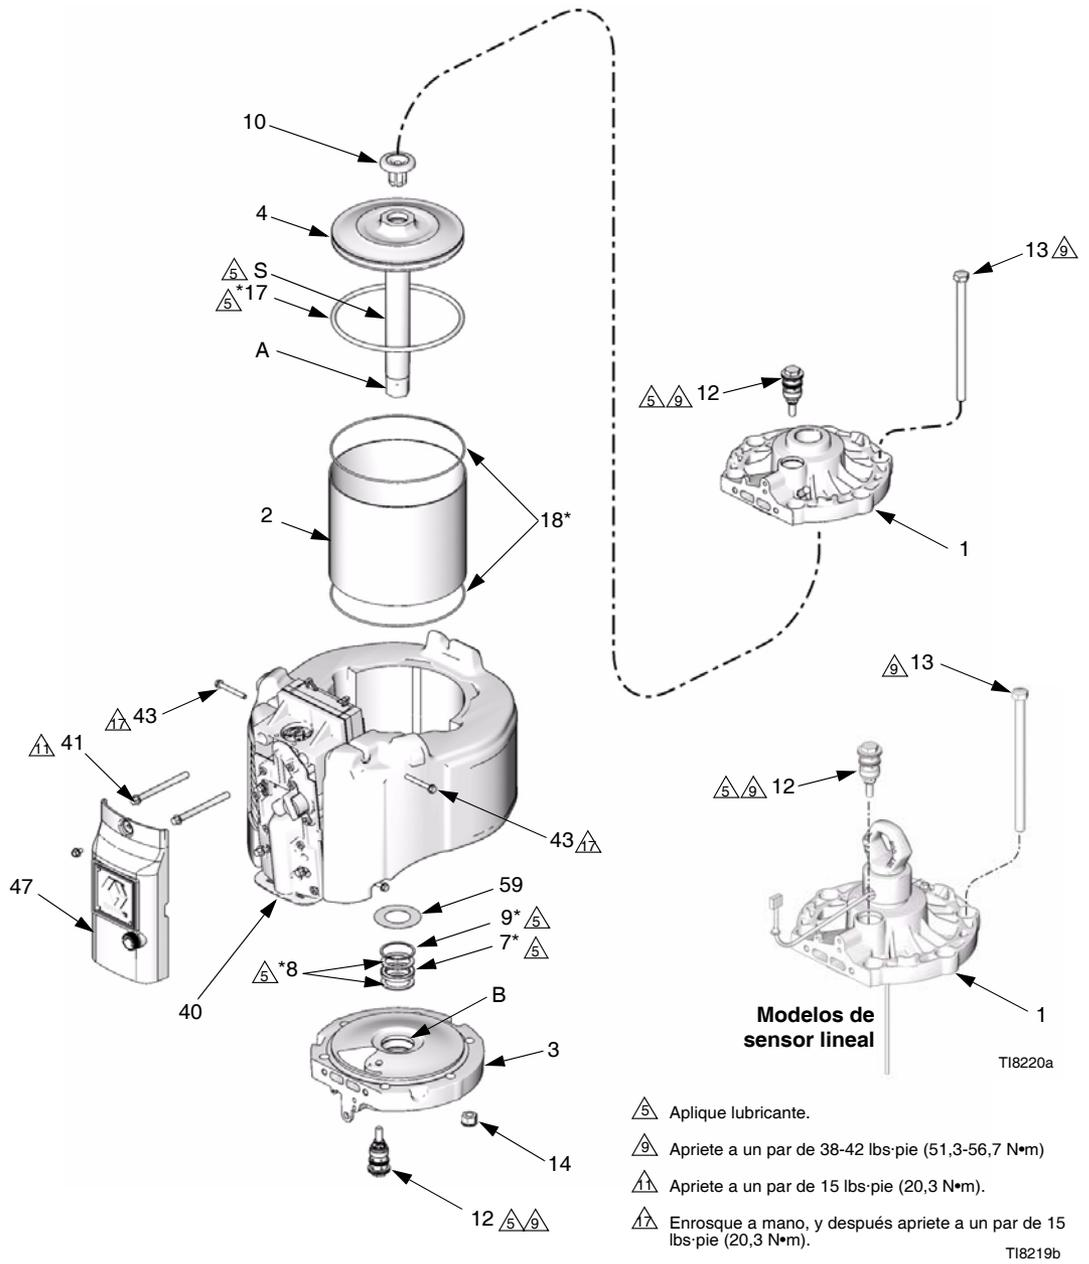
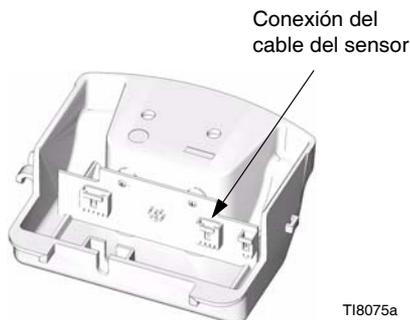

FIG. 12. Reparación del motor neumático
FIG. 14. Conexión del cable del sensor
4. Retire la tapa de la válvula exterior (47). Vea la FIG. 12.
5. Retire los dos tornillos del silenciador superior (43) y los dos tornillos superiores (41). Afloje, pero no retire, los dos tornillos del silenciador inferior (43) y los dos tornillos inferiores (41). Incline la válvula neumática (40) para facilitar el desmontaje.
- a. **Modelos con DataTrak:** Retire los dos tornillos (135). Retire cuidadosamente el módulo DataTrak (131), vea la página 13. Desconecte los cables del solenoide y del sensor de embalamiento de la tarjeta de circuito impreso del módulo. Retire los dos tornillos (134) y deslice cuidadosamente el alojamiento (132) para sacarlo de la válvula neumática.
- b. **Modelos con sensor lineal:** Retire los tornillos (134) y deslice cuidadosamente el alojamiento (132) para sacarlo de la válvula neumática. Desconecte el cable del sensor de la tarjeta de circuito impreso. Vea la FIG. 14.
7. Afloje los pernos de fijación (13). Utilice una maza de goma para golpear la parte inferior de la tapa superior (1) para separarla. Levante la tapa superior y saque los pernos (13) del motor.
8. Desconecte el motor neumático de la base de bomba (consulte el manual de la bomba). Deje el adaptador del eje del pistón (A) sujeto al eje (S).
9. Empuje el conjunto del pistón (4) para sacarlo por la parte superior del cilindro (2).
10. Inspeccione la junta tórica del pistón (17). Inspeccione el pistón (4) y el eje del pistón (S) en busca de estrías o daños. El pistón de repuesto (4) incluye el pistón, el eje (S), el adaptador (A) y el parachoques (10).
11. Retire el cilindro (2). Inspeccione la superficie interior en busca de estrías u otros daños. Reemplácela si estuviera dañada.
12. Retire el parachoques (59), el anillo de retención (9), las empaquetaduras de seguridad (8), y la empaquetadura en V (7) de la cubierta inferior (3). Inspeccione estas piezas en busca de daños o desgaste. Inspeccione el cojinete (B) sin desmontarlo. Si estuviera dañado, reemplace la cubierta inferior (3).
1. Vea la FIG. 12. Instale una empaquetadura de seguridad (8*) y la empaquetadura en V (7*) con los rebordes dirigidos hacia arriba, la segunda empaquetadura de seguridad (8*), y el anillo de retención (9*) en la cubierta inferior (3). Lubrique las empaquetaduras. Instale el parachoques (59).
2. Instale la junta tórica (17*) en el pistón (4). Compruebe que el parachoques del pistón (10) está colocado.
3. Instale el conjunto del pistón en la cubierta inferior (3), deslizando cuidadosamente el adaptador (A) y el eje (S) a través del cojinete (B).
4. Engrase el interior del cilindro (2). Coloque el cilindro (2) encima del pistón (4).
5. Coloque cuidadosamente la tapa superior en el cilindro (2) de forma que el borde plano esté alineado con el borde plano de la cubierta inferior (3). Instale los pernos de fijación (13) y apriételos a mano.
6. Vuelva a instalar los dos tornillos superiores (41) y apriete a un par de 15 lib·pie (20,3 N·m).
7. Apriete los pernos (13) a 51,3-56,7 N·m (38-42 lbs·pie).
8. Vuelva a apretar los dos tornillos inferiores (41) y apriete a un par de 15 lib·pie (20,3 N·m).
- a. **Modelos con DataTrak:** Deslice cuidadosamente el alojamiento (132) sobre la válvula neumática. Enrosque a mano los tornillos (134), y después apriete a un par de 40 lb·pulg. (4,5 N·m). Vuelva a conectar los cables del solenoide y del sensor al módulo DataTrak (131), vea la página 13. Deslice cuidadosamente el módulo de vuelta al alojamiento (132). Vuelva a colocar los dos tornillos (135).
- b. **Modelos con sensor lineal:** Desconecte el cable del sensor de la tarjeta de circuito impreso. Vea la FIG. 14. Deslice cuidadosamente el alojamiento (132) sobre la válvula neumática. Enrosque a mano los
5. Retire los tornillos (134) y deslice cuidadosamente el alojamiento (132) para sacarlo de la válvula neumática. Desconecte el cable del sensor de la tarjeta de circuito impreso. Vea la FIG. 14.
6. Vuelva a enroscar el cable a través del orificio (H) en el interior del adaptador (33) y extiéndalo para sacarlo por la parte superior del adaptador.
7. Desenrosque el adaptador (33) y el sensor (35). Levante el sensor y sáquelo por la parte superior del motor neumático.
8. Aplique adhesivo para roscas al nuevo alojamiento del sensor. Rosque el sensor (35) en la tapa superior (1). Apriete a un par de 28-32 lbs·pie (37,8-43,2 N·m).
9. Aplique adhesivo para roscas al adaptador (33). Extienda el cable del sensor recto hacia fuera de la parte superior del adaptador y después enrosque el adaptador en la tapa superior (1). Apriete a un par de 38-42 lbs·pie (51,3-56,7 N·m)
10. Rosque el cable del sensor a través del orificio (H) situado en el lateral del adaptador, y vuelva a conectarlo a la tarjeta de circuito impreso. Vea la FIG. 14. Deslice cuidadosamente el alojamiento (132) sobre la válvula neumática. Enrosque a mano los tornillos (134), y después apriete a un par de 40 lb·pulg. (4,5 N·m).
11. Aplique adhesivo para roscas al anillo de elevación (21). Sujete el adaptador (33) con una llave para impedir que gire y apriete el anillo de elevación a 51,3-56,7 N·m (38-42 lbs·pie).
12. Vuelva a colocar la tapa superior (30).